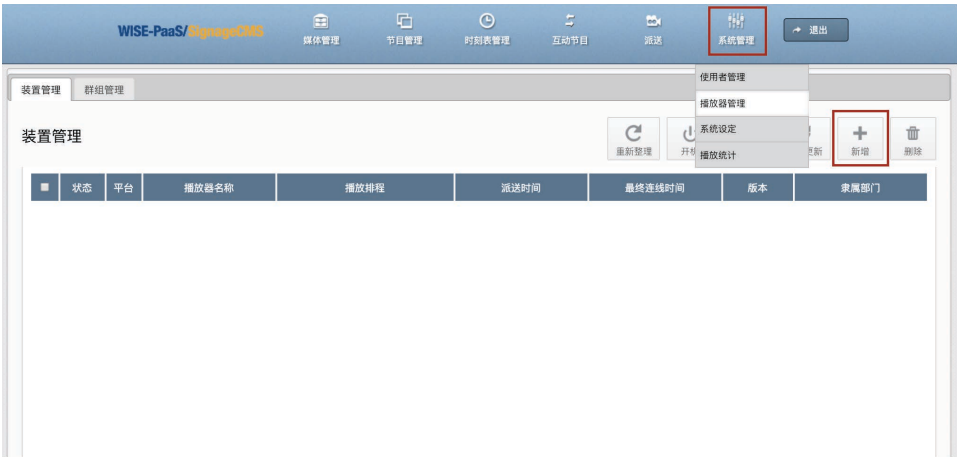

图 10
- 步骤 1. 打开服务器端软体界面, 进入菜单 [系统管理] -> [播放器管理], 点击右上角 [新增]（如图 10）。